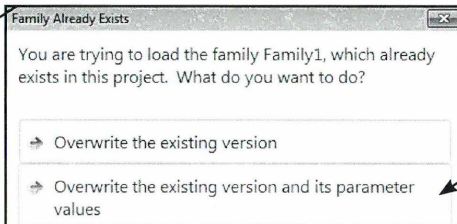

Fig. 06.60. Overwrite.
- Vælg *Overwrite* med den nederste mulighed (Fig. 06.60).